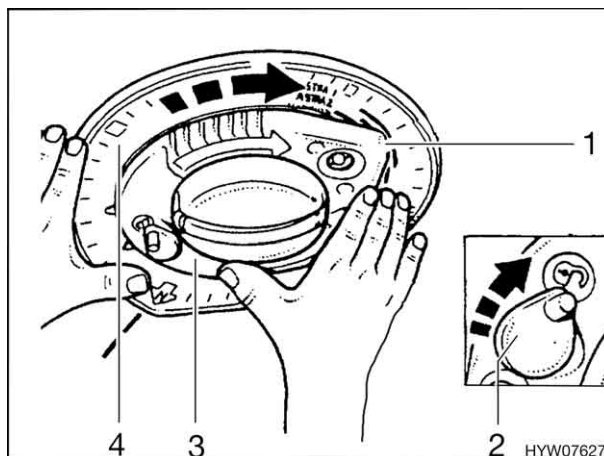

Fig. 24 Rotazione dell'antenna
- Ruotare il bloccaggio (Fig. 24,2) del dispositivo di rilevamento in posizione "🔒".
- Mantenere l'anello di fissaggio per la posizione (Fig. 24,4) nella sua posizione e ruotare il dispositivo di rilevamento (Fig. 24,3) finché la punta del dispositivo di rilevamento (Fig. 24,1) non indica il centro del segmento colorato del satellite desiderato. (Fig. 24).